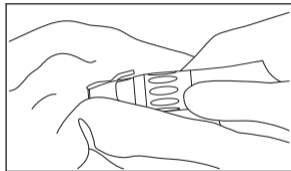

Fig. 12
2) Pulire l'esterno del manipolo utilizzando un panno inumidito con disinfettante o etanolo alla concentrazione del 60-90% (Fig. 12).